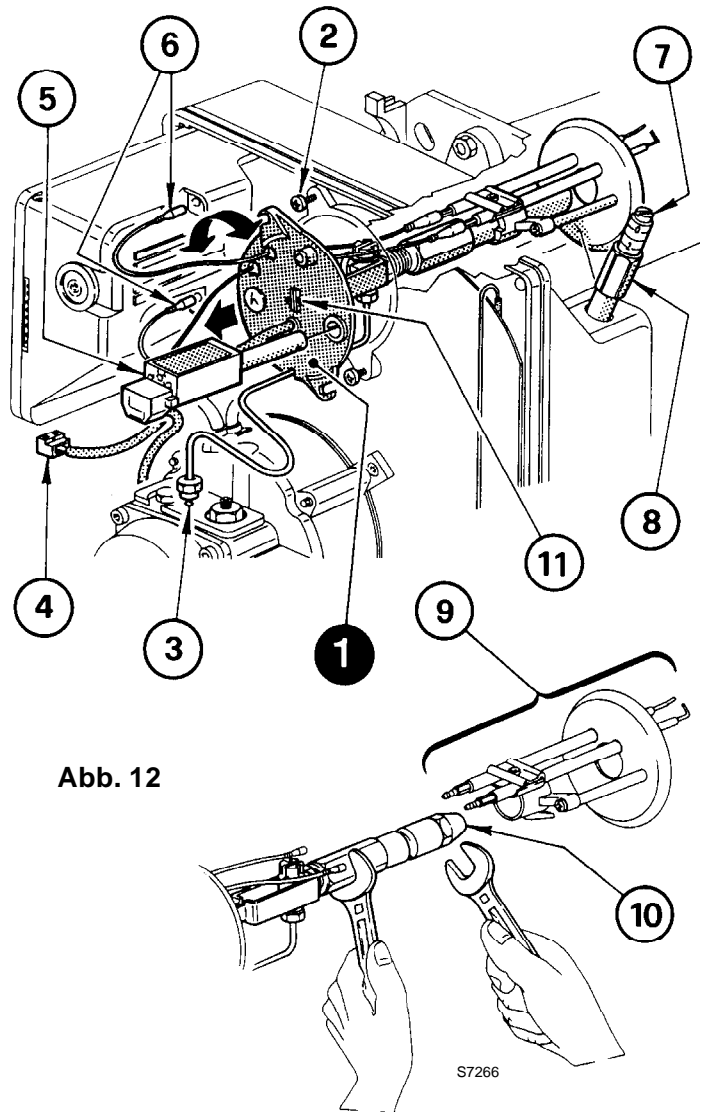

Abb. 12
B **Abb. 12** – Den Düsenstock (1) herausnehmen, nachdem vorher die Schrauben (2) gelockert, die Mutter (3) gelöst, die Zündkabel (6) vom Steuergerät, die Steckdose (4) und den Flammendetektor (5) abgenommen wurden.
(siehe Abb. 12)